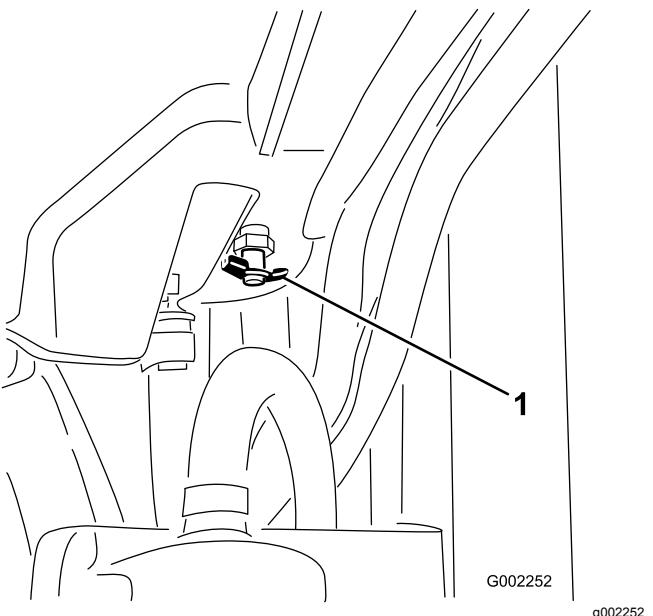

Figura 91
4. Abra la válvula de vaciado y deje que el refrigerante se drene en el recipiente (Figura 91).
5. Cierre la válvula de vaciado (Figura 91).